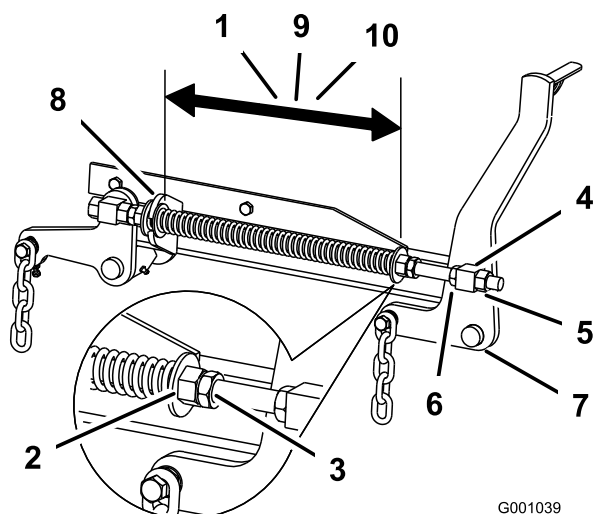

Figure 66
de coupe de 60 pouces, ou de 29,2 cm (11,5 po) pour les plateaux de coupe de 72 pouces (Figure 66).
- Régalez cette distance en desserrant l'écrou de blocage du ressort et en tournant l'écrou devant chaque ressort (Figure 66). Tournez l'écrou dans le sens horaire pour raccourcir le ressort, et dans le sens inverse pour l'allonger.
- Bloquez l'écrou en position en serrant l'écrou de blocage du ressort (Figure 66).